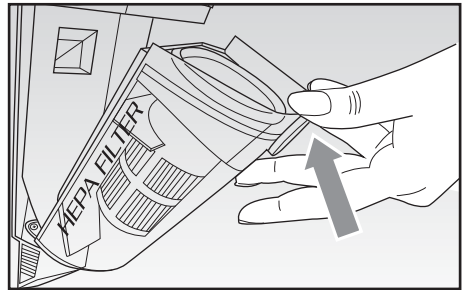

Abb. 8
- Die Auslösetaste drücken und den kompletten Behälter abnehmen (Abb. 8).
- Den Filter (D) und die zugehörige Halterung (E) nach außen ziehen und reinigen.